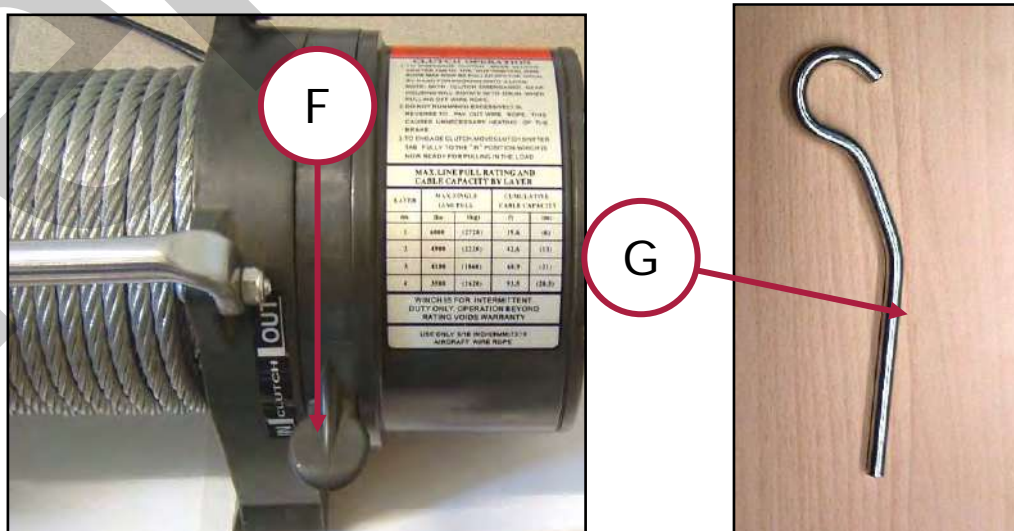

Figura 16 – Leva di sblocco del tamburo / nastro.
- Sollevare la leva di sblocco "F" (Figura 16).
- Tirare il cavo tramite il nastro di presa "G" (Figura 16), per evitare il rischio di abrasioni o tagli alle mani o di intrappolamento delle dita nel gancio di trazione.